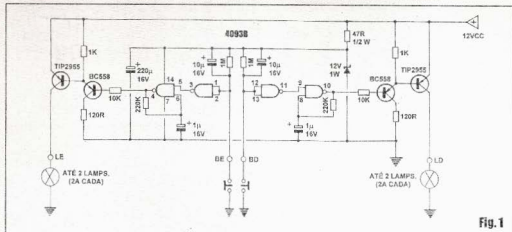

Fig. 1
- FIG. 1 - DIAGRAMA ESQUEMÁTICO DO CIRCUITO - Um arranjo que, mais uma vez, prova o nosso axioma preferido: *"simples é melhor"*...! Circuito *enxugadíssimo*, centrado na ação lógica executada por um único integrado digital da família C.MOS, tipo 4093 (contém quatro portas tipo *N.I.N.D.*, de duas entradas cada, com função *Schmitt Trigger*...). É bom notar, desde já, que o circuito é totalmente simétrico, constando de duas metades absolutamente idênticas e - na prática - independentes eletricamente (salvo pela alimentação compartilhada obrigatoriamente, devido à presença central do integrado...). Então, podemos analisá-